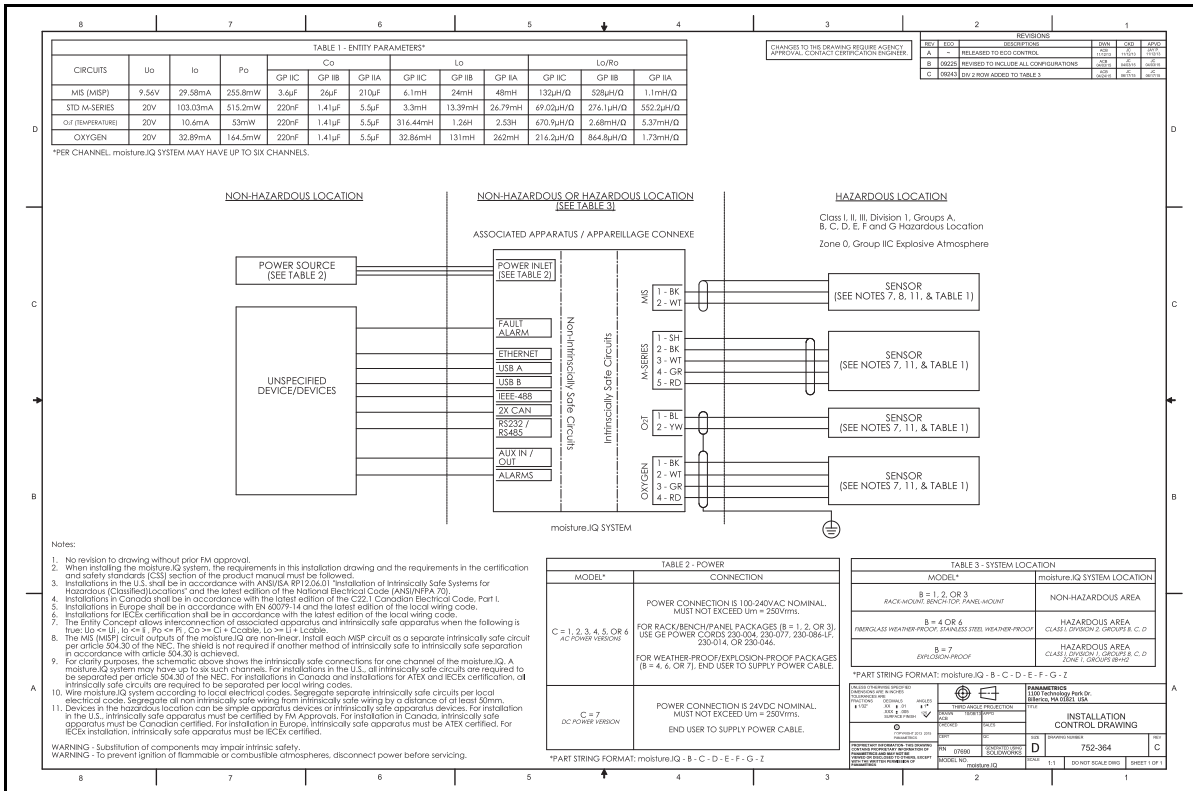
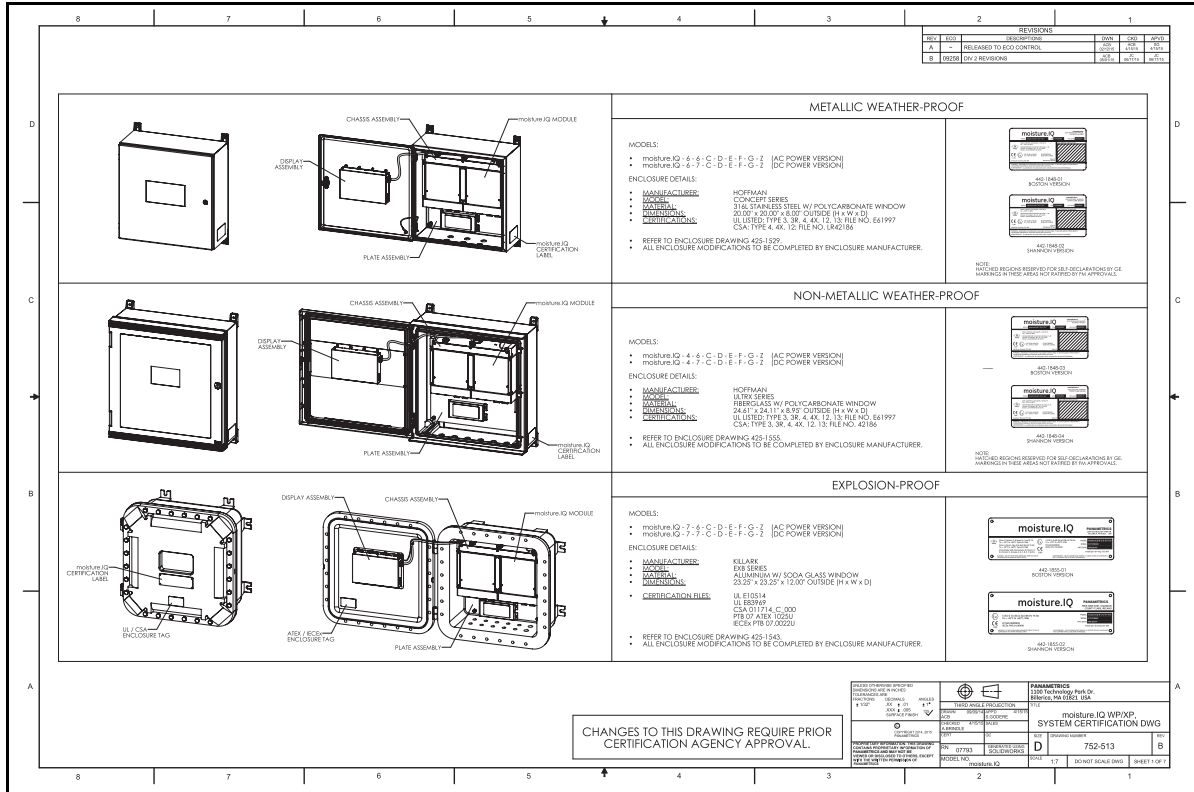
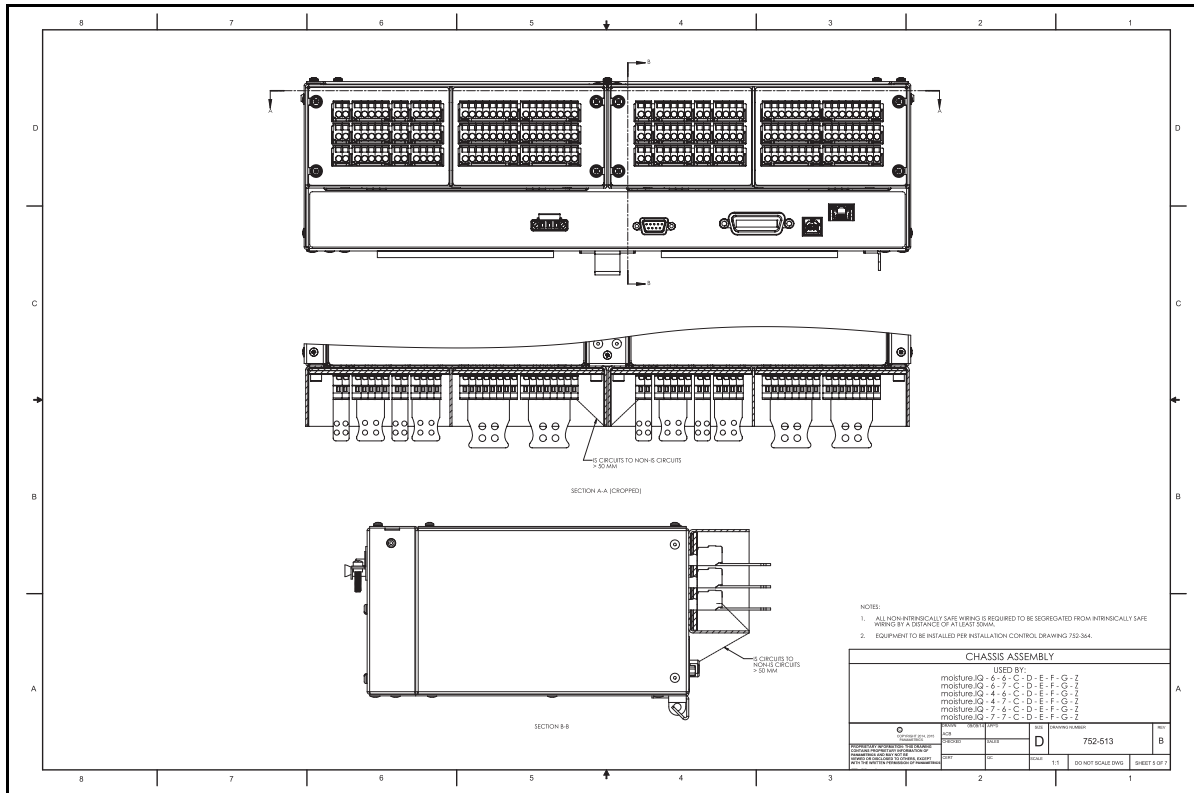

Figure 100: Version sur châssis/banc/panneau - Schéma contrôlé de l'installation (n° 752-364_revC, page 1/1)
Figure 101: Schéma de certification du système WP/XP (n° 752-513_revB, page 1/ 5)
Figure 105: Ensemble châssis (n° 752-513_revB, page 5/ 5)
- Les entrées non utilisées de la version antidéflagrante (XP) doivent être fermées à l'aide d'éléments obturateurs certifiés.
- L'installation doit être conforme au **schéma contrôlé** 752-364 pour la version sur châssis/banc/panneau (voir *Figure 100* ci-dessous) et au **schéma** 752-513 pour la version acier inoxydable à l'épreuve des intempéries (WP), fibre de verre à l'épreuve des intempéries et antidéflagrante (voir *Figure 101* page 150 à *Figure 105* page 152).